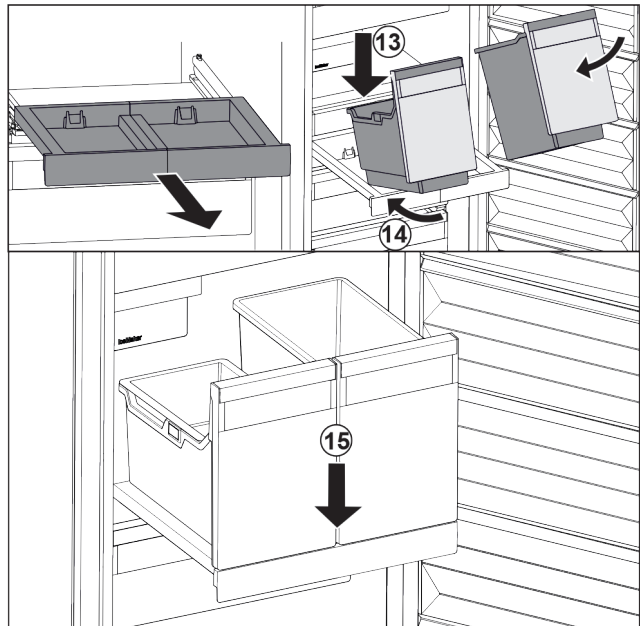

Fig. 129
- ▶ Поставете съда под ъгъл върху изтеглящата се дъска. *Fig. 129 (13)*
- ▶ Вкарайте съда под ъгъл назад. *Fig. 129 (14)*
- ▶ Спуснете съда отпред. *Fig. 129 (15)*